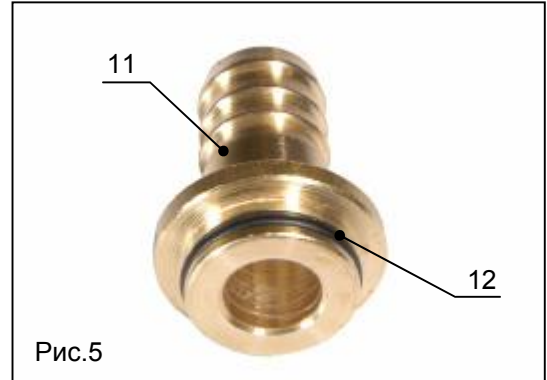

Рис.5
- Предварительно наденьте на переходник (поз.11, рис.5) уплотнительное резиновое кольцо (поз.12, рис.5)
5. Подсоедините шланг подачи воды (не входит в комплект) к переходнику (поз.11, рис.5) и зафиксируйте его при помощи хомутов. Шланг подачи воды должен иметь внутренний диаметр минимум - 13 мм. Объем подачи воды к мойке должен превышать, или, как минимум быть равным рабочему расходу воды.